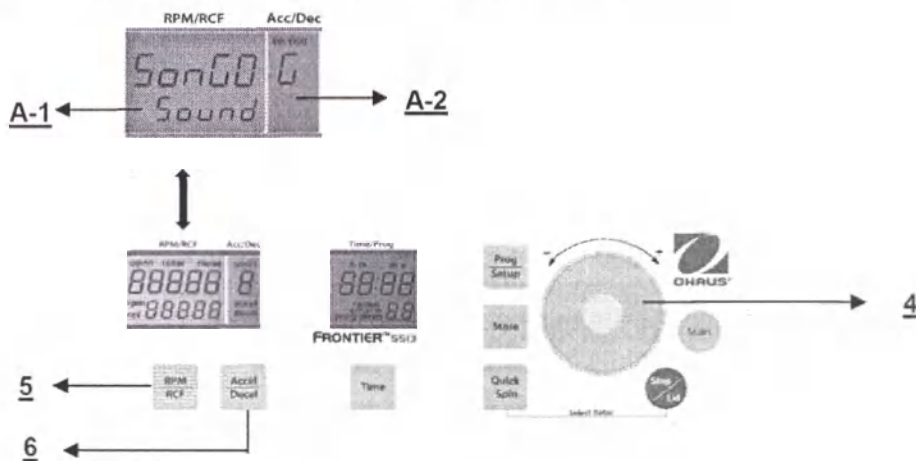

Рис. 32
Включите режим установки параметров, как указано в разделе 4.1.2, затем нажмите кнопку **Accel/Decel** (6). В поле **Acc/Dec** (A-2) будет мигать слово **Service**. С помощью сенсорного диска (4) выберите символ **G**. В поле **RPM/RCF** (A-1) появится текст **SonGo/Sound**. Нажмите кнопку **RPM/RCF** (5) и с помощью сенсорного диска (4) выберите мелодию звукового сигнала. (См. рис. 32.)